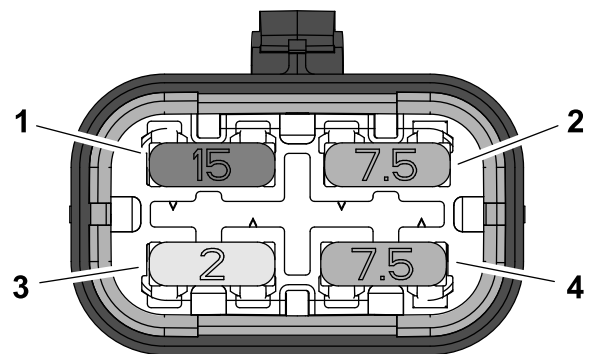

Bild 43
3. Setzen Sie eine neue Sicherung in den Steckplatz des Sicherungskastens ein (Bild 43).